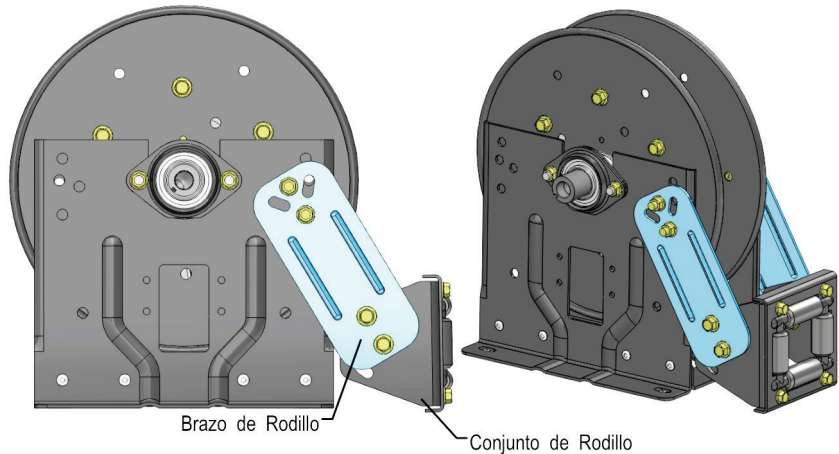

Figura 11 – Carrete con rodillos en la posición “SR”
2. Quite el resorte según Hannay TSB 2013.06.003 Cambiar un motor con resorte de Hannay, esto se puede encontrar en www.hannay.com. El carrete debe verse como la Figura 11.